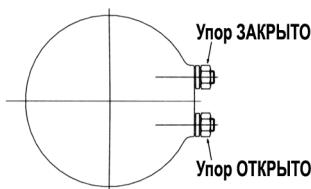

Рис.3 Вид на электропивод сверху
4.2. Настройка механических упоров (Рис. 3)